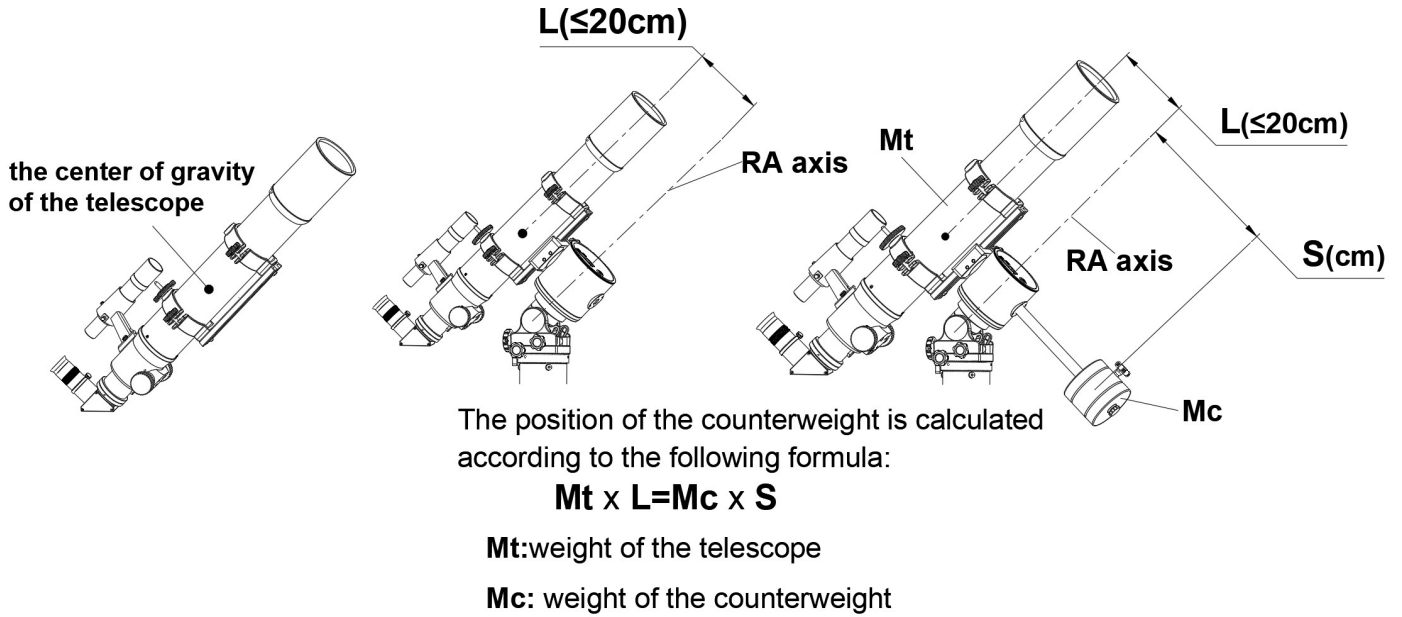

Fig. 7
In Equatorial (EQ) Mode (Fig.7):